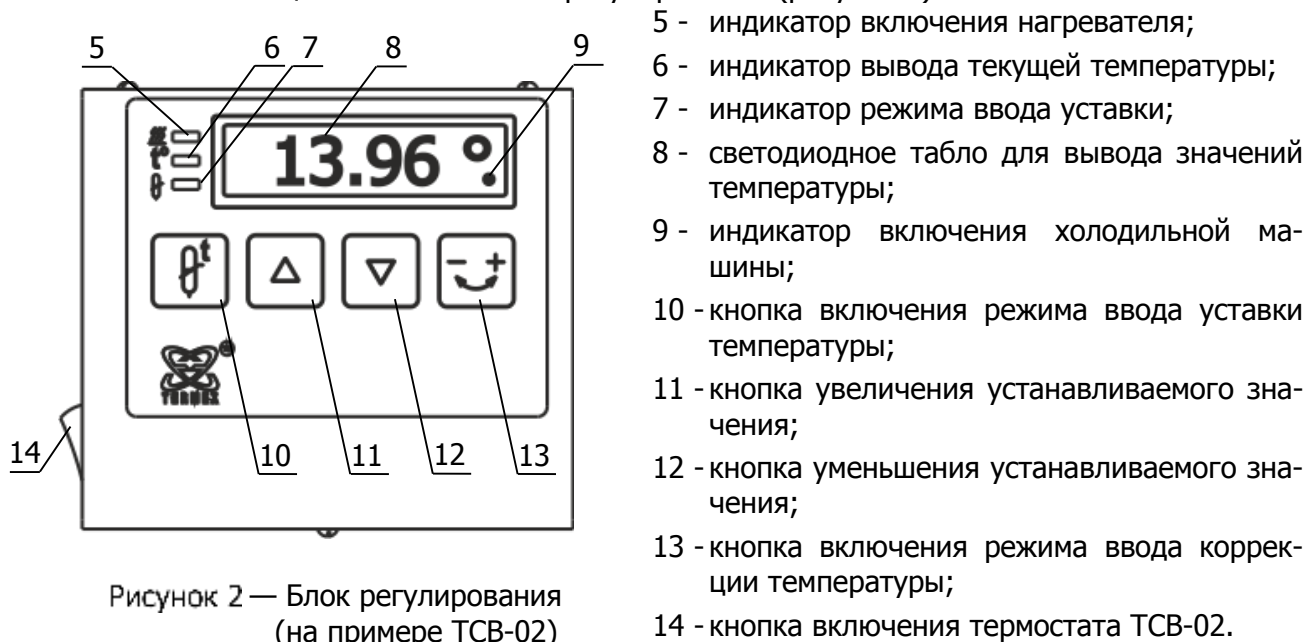

Рисунок 2 — Блок регулирования (на примере ТСВ-02)
1.4.3 Установка режима работы термостатов осуществляется органами управления, расположенными на лицевой панели блока регулирования (рисунок 2).
- ТСВ-02 — кнопкой 14 (рисунок 2).
2.3.1 В рабочем режиме на светодиодном табло 8 (рисунок 2) отображается текущее значение температуры в рабочей камере термостатов. Индикатор 5 загорается во время работы нагревателя. Индикатор 9 (в виде точки под символом градуса Цельсия) появляется при включении холодильной машины.
2.3.5 При возникновении статического разряда, в процессе эксплуатации термостатов, возможен сброс настроек и энергонезависимой памяти блока регулирования, при этом показания температуры на табло 8 (рисунок 2) могут значительно отличаться от действительной температуры в рабочей камере термостатов.
2.4.1 После стабилизации установленной температуры табло 8 (рисунок 2) показывает температуру, измеренную встроенным датчиком, и эта температура может не соответствовать действительной температуре в рабочей камере термостата.
- для входа в режим коррекции температуры нажать кнопку 13 (рисунок 2), при этом индикатор 6 начнет мигать;